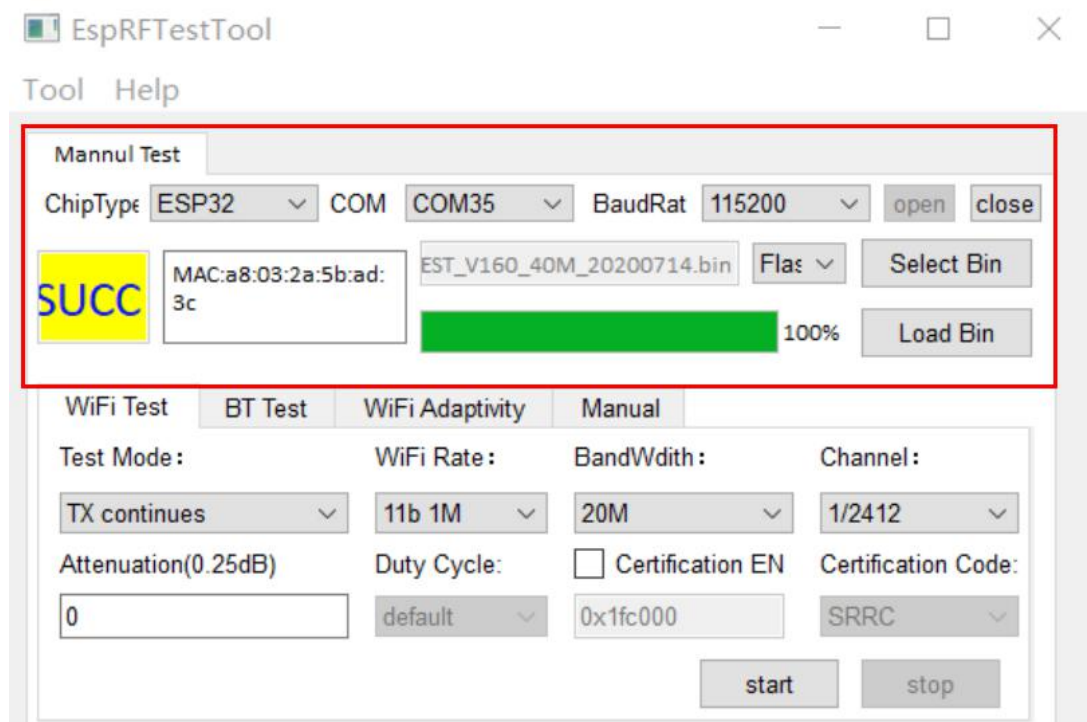

图 2-4 软件下载操作界面
- 解压并打开 EspRFTestTool,在界面选择对应的芯片类型，com 口和波特率 115200，Flash 和 ESP32_RF_TEST 40M 固件，点击 load bin 按钮，下载完成会显示 succ，操作界面如图 2-4。